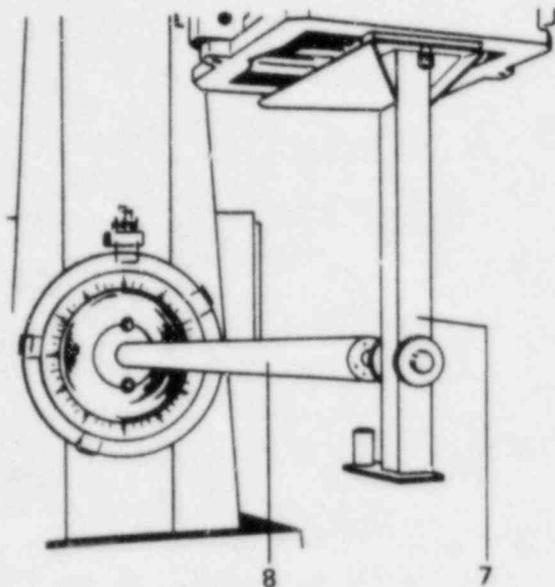
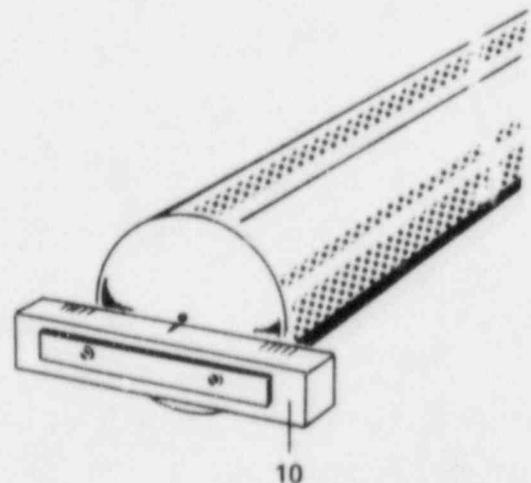

Fig. 13
Fig. 15
Schreibvorrichtung (7) an der Blendenoberfläche anschrauben, Rohr mit Schreibfläche (8) am Winkelwähler anschrauben und Justierklötzchen (10/fig. 15) abschrauben (Fig. 13).
Screw the recording device (7) to the collimator surface, screw the tube with recording surface (8) to the angle selector and unscrew and remove the adjuster block (10/fig. 15) (fig. 13).
Justierklötzchen (10) wieder am Rohr anschrauben (Fig. 15), dabei muß die mittlere Markierung mit dem Mittelpunkt des vorher geschriebenen Kreises übereinstimmen.
Screw the adjuster block (10) back onto the tube (fig. 15). The centre marking must thereby coincide with the centre point of the previously inscribed circle.